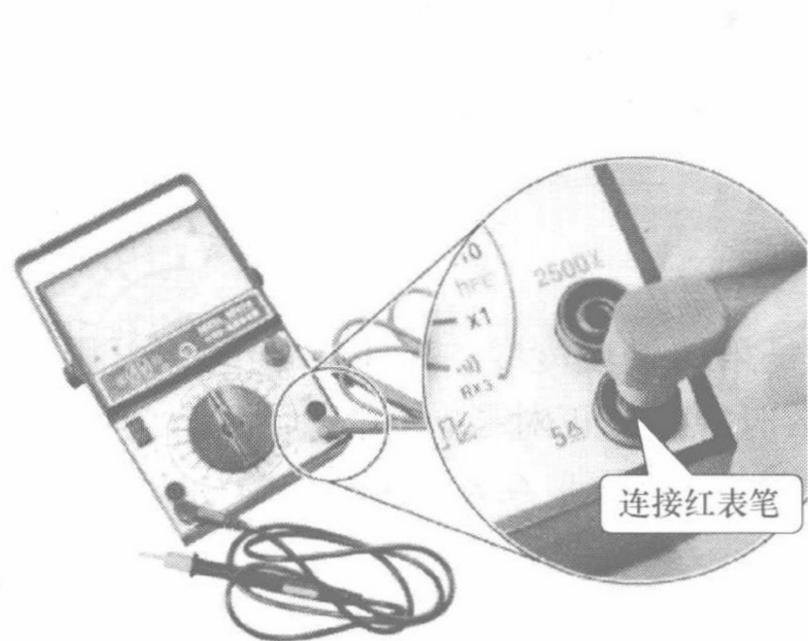

图 1-8 连接万用表表笔
(1) 选择档位 用指针式万用表检测电流前，要将电流量程调整至最大档位，即将红表笔连接到“5A”插孔，黑表笔连接到负极性插孔，如图 1-8 所示。